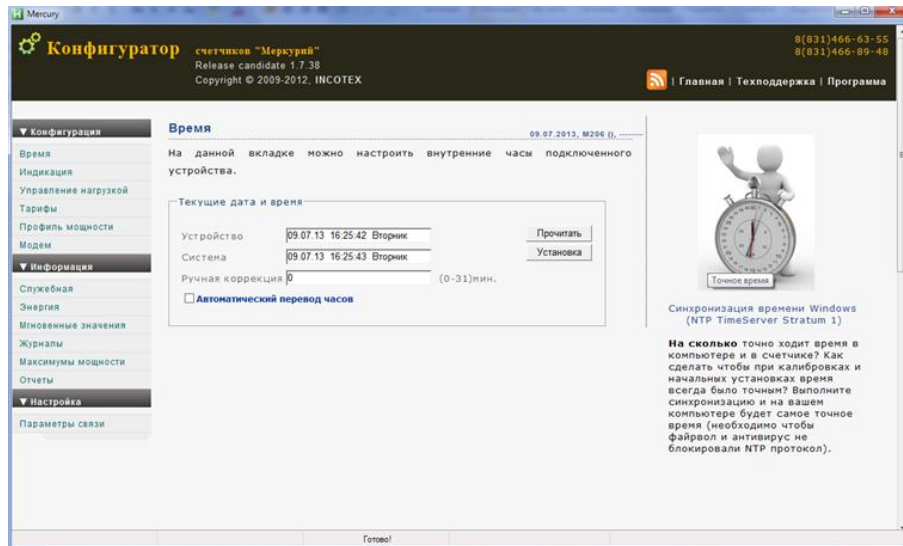
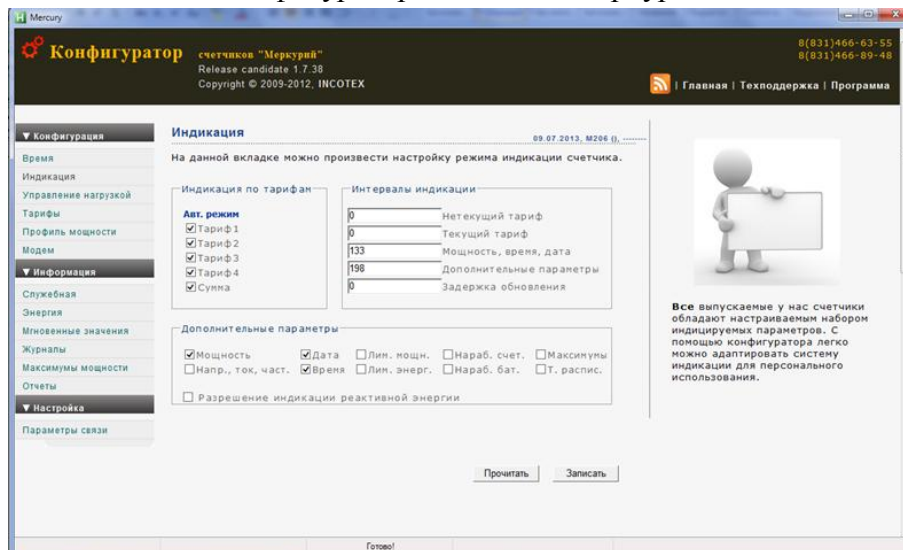
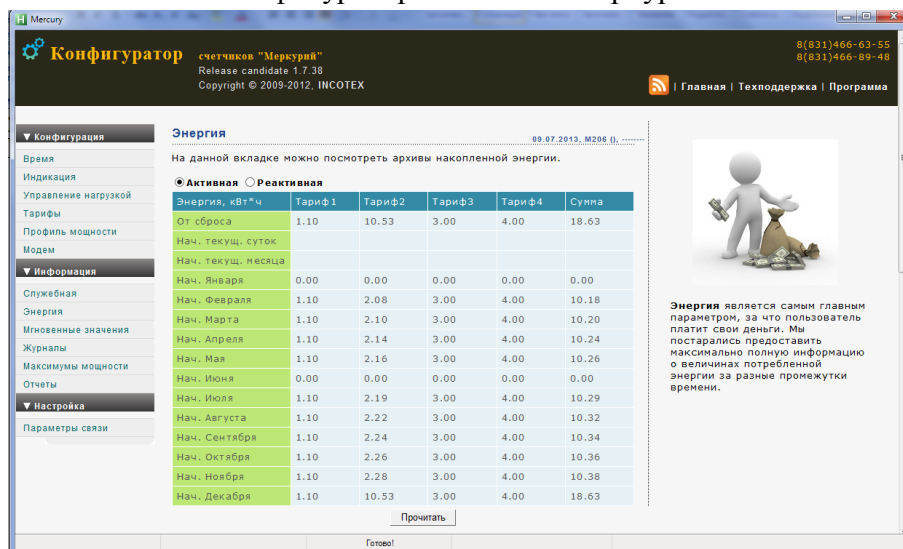
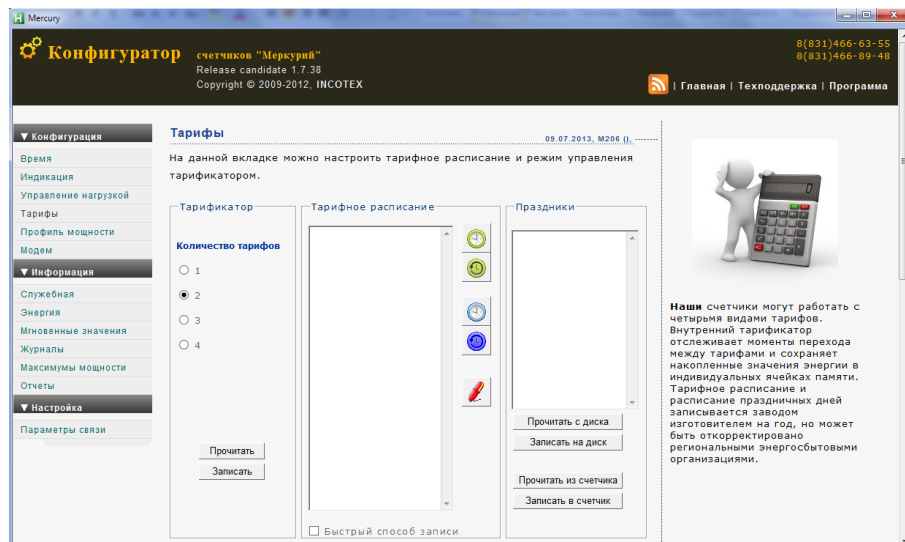

Рисунок 2.22 – Вкладка «Время» программы «Конфигуратор счетчиков Меркурий»
Рисунок 2.23 – Вкладка «Индикация» программы «Конфигуратор счетчиков Меркурий»
Рисунок 2.24 – Вкладка «Энергия» программы «Конфигуратор счетчиков Меркурий»
Рисунок 2.25 – Вкладка «Тарифы» программы
2.3.21.5 Далее используя вкладки «Время» (рисунок 2.22), «Индикация» (рисунок 2.23), «Энергия» (рисунок 2.24), «Тарифы» (рисунок 2.25) и т.д. и кнопки «Прочитать», «Записать» можно программировать и считывать другую информацию.